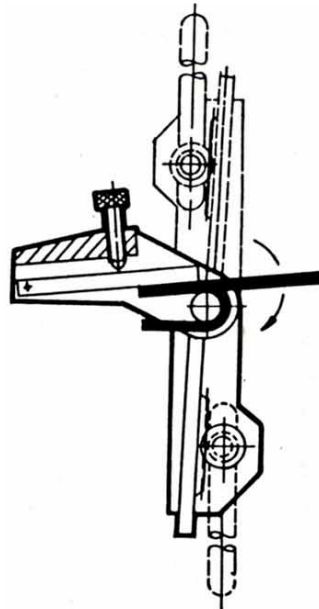

Abbildung 1
- Setzen Sie die Führungsplatte (2) ein, flache Seite zur Spindel.
- Ziehen Sie den Schwenkarm (5) nach hinten, so dass es annähernd einen rechten Winkel zur Führungsplatte (2) bildet und so Platz macht für das zu bearbeitende Material.
- Das Material kann nun zwischen Führungsplatte und Spindel eingeführt werden (siehe Abbildung 1).